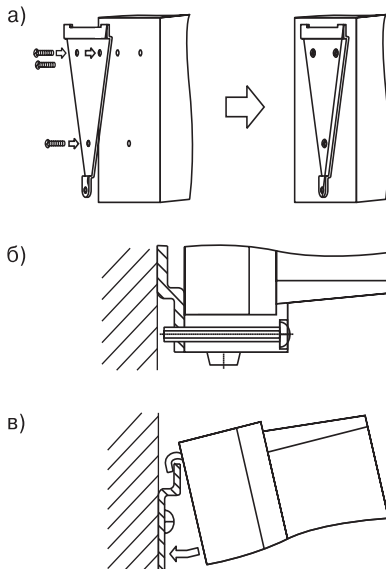

Рисунок 17
1. Закрепить кронштейн тремя винтами М4 на поверхности, предназначенной для установки прибора (см. *прил. Д* и рисунок 17, а).
2. Зацепить крепежный уголок на задней стенке прибора за верхнюю кромку кронштейна (рисунок 17, б)
3. Прикрепить прибор к кронштейну винтом М4 х 35 из комплекта поставки (рисунок 17, в).